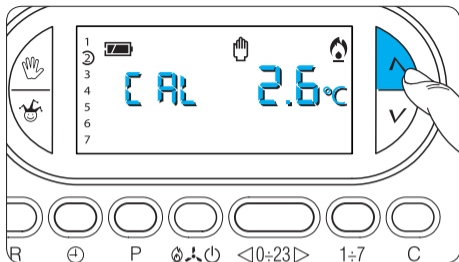

Fig. 58
16.3- Premere il pulsante **∧** (avanti) o (indietro) **∨** (fig. 58) sino a raggiungere il valore di correzione desiderato.